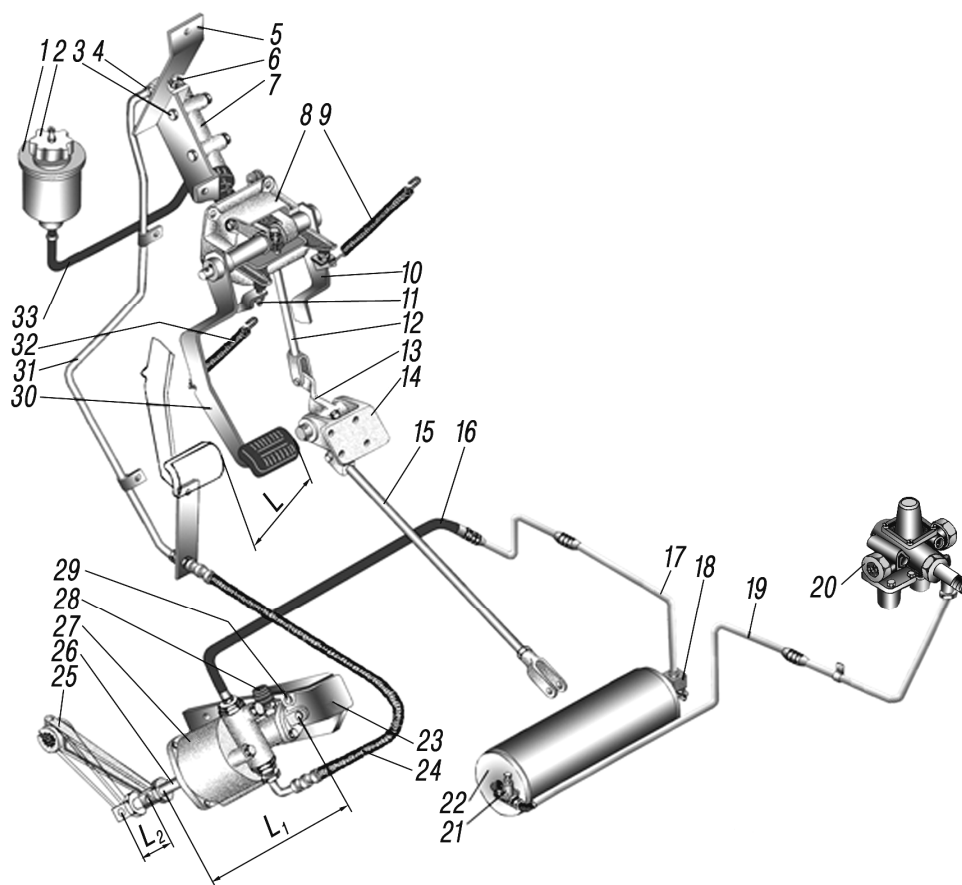

Рис.17. Привод управления сцеплением:
- ослабить контргайку упора 11 (рис. 17) и завернуть его до упора в педаль;
- с износом фрикционных накладок ведомого диска сцепления рычаг 25 (см. рис. 17) поворачивается против часовой стрелки, минимально допустимый размер $L_1 = 254$ мм. при удовлетворительном состоянии накладок и при достижении минимального размера L_1 переставить рычаг 25 на один шлиц по часовой стрелке;
- заполнить компенсационный бачок 1 (см. рис. 17) тормозной жидкостью;